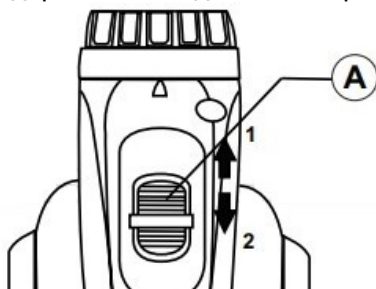

Рисунок 2. Схема налаштування діапазонів швидкостей.
5.1.5 Налаштування та регулювання швидкості обертання виробу (рис. 2).
- для вибору швидкості обертання у межах 0...400 об/хв перевести повзунок (А, рис. 2) до упору в позицію (1, рис. 2), цей діапазон використовується переважно для роботи з метизами або свердління отворів великого діаметра у твердих матеріалах;
– для вибору швидкості обертання у межах 0...1400 об/хв перевести повзунок (А, рис. 2) до упору в позицію (2, рис. 2), цей діапазон використовується переважно для свердління серійних отворів невеликого діаметра у деревині та подібних матеріалах.